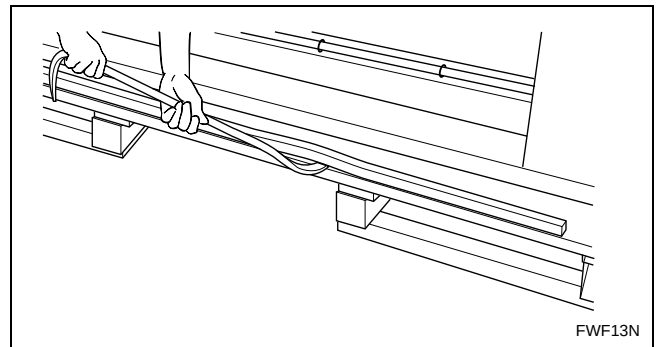

Figura 5
3. Utilize uma alçaprema para remover os batentes de madeira da plataforma. Consulte a Figura 5.